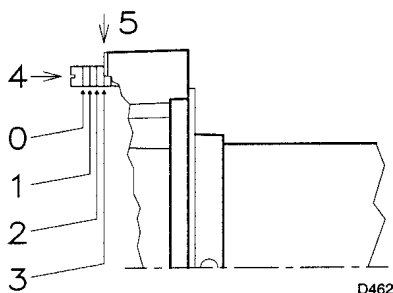

Рис. 10
Поверните винт (5) (рисунок 10), пока риска, указанная в диаграмме (рисунок 11), не совпадет с передней поверхностью фланца (5) (Рис. 10).